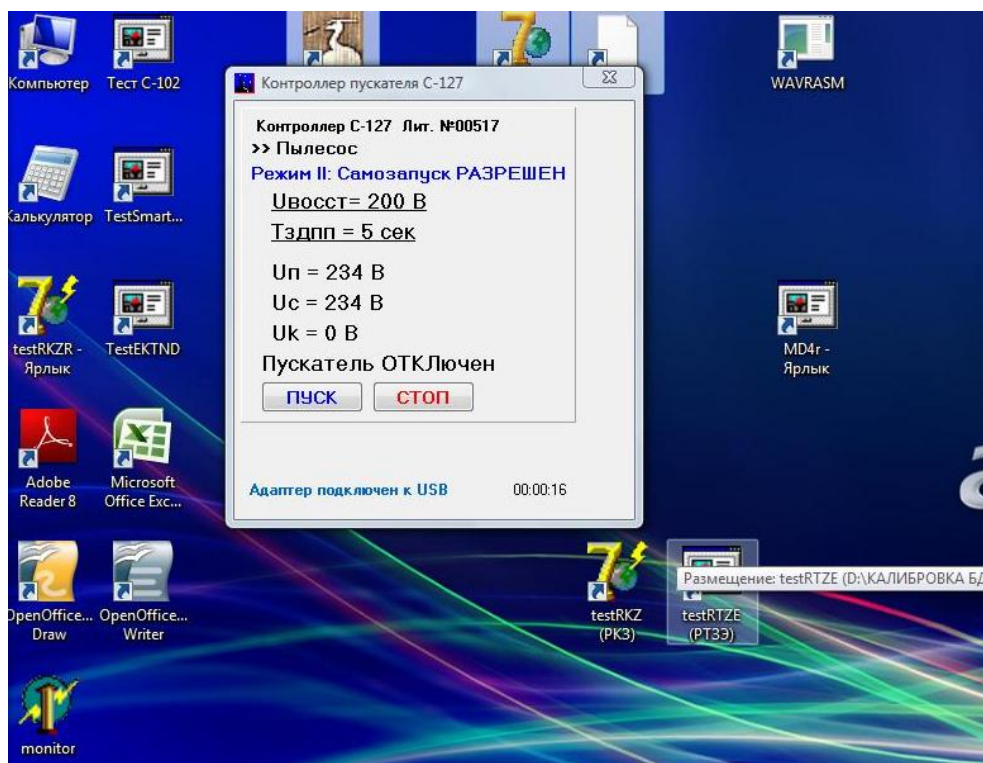

Рисунок 6 – окно отображения настроек параметров контроллера СМАРТРЕЛЕ C-127
8.4.2 Нажать на уставку, которую нужно изменить; в открывшемся дополнительном окне (рис.6) установить нужное значение и закончить операцию нажатием кнопки "Записать".